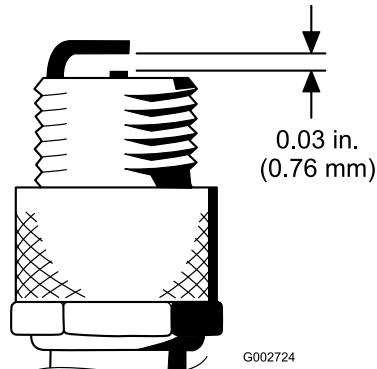

Figure 52
- 4. Réglez l'écartement entre les électrodes centrale et latérale à 0,76 mm (Figure 52).